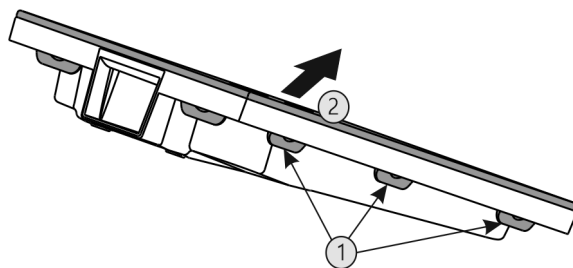

Fig. 75
- ▶ Последовательно нажать на все накладки Fig. 75 (1) и снять крышку Fig. 75 (2).